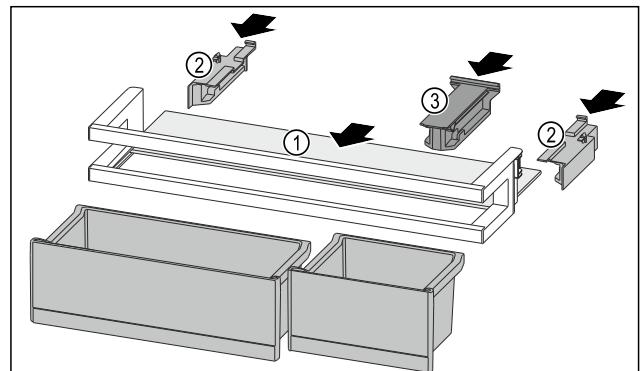

Fig. 120
- Abstellfläche Fig. 120 (1) in die seitlichen Aussparungen einschieben.
- Seitenteile Fig. 120 (2) einsetzen.
- Halteteil Fig. 120 (3) einsetzen.